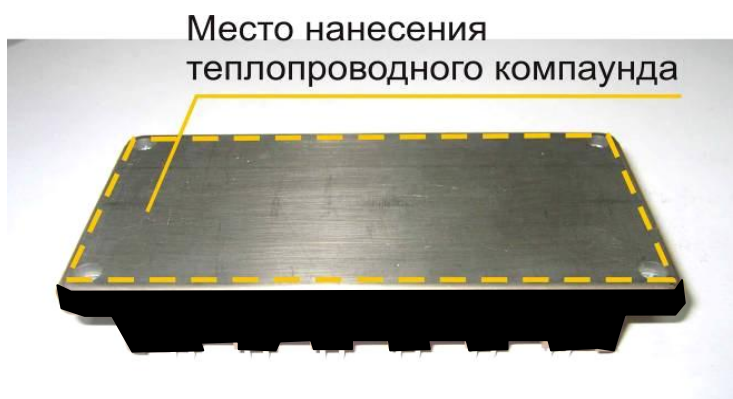

Рис.7.17
7.6.2. Подготовить матрицу IGBT к установке: протереть металлическое основание салфеткой, смоченной СБС и нанести на него шпателем тонкий слой теплопроводного компаунда. Убрать излишки компаунда с кромок основания (рисунок 7.17).